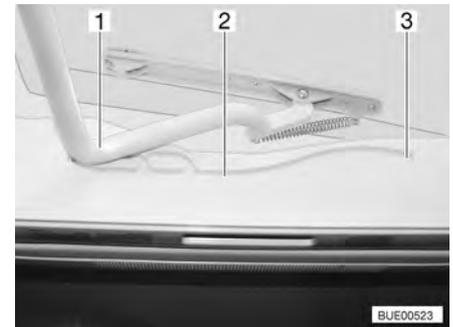

Fig. 74 Lanterneau Heki, glissière
- Tirer l'étrier (Fig. 74,1) dans les glissières (Fig. 74,2) jusqu'à la position la plus reculée (Fig. 74,3).
- Pousser l'étrier (Fig. 74,1) légèrement vers le haut avec les deux mains.
- Tirer l'étrier dans les glissières (Fig. 74,2) jusqu'à la position souhaitée.